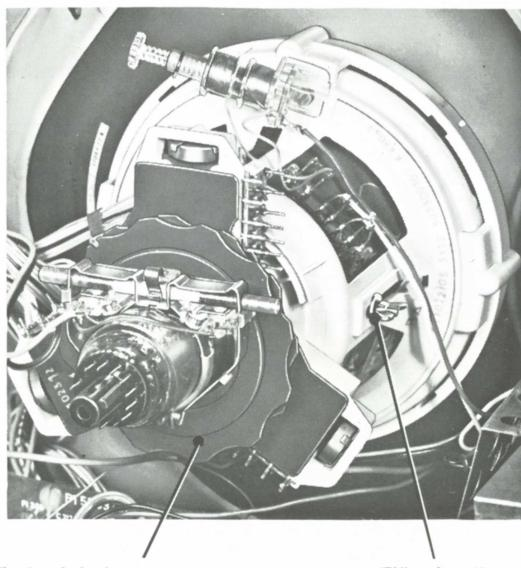
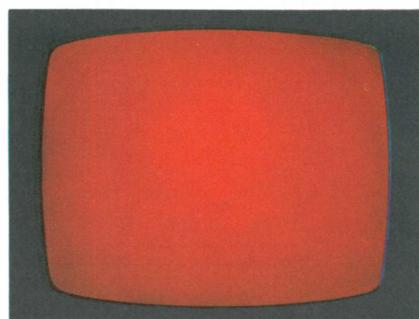
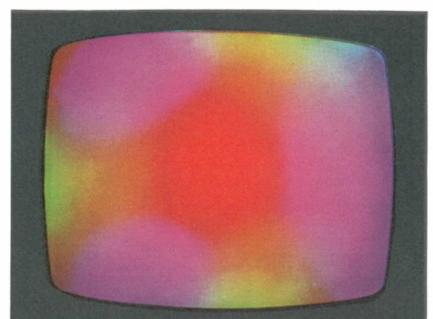

Fig. 2
Fig. 4
Fig. 5
3. Rot-Katodenstecker abziehen (Fig. 7). Bildschirm sollte dann gleichmäßig rot sein (Fig. 4). Ist Bildschirm ungleichmäßig rot oder farbfleckig (Fig. 5); so ist die Farbreinheit einzustellen.
2. Flügelmuttern am Ablenksystem (Fig. 2) lösen und Ablenksystem so weit auf dem Hals verschieben, bis ein roter Fleck erscheint (Fig. 5).